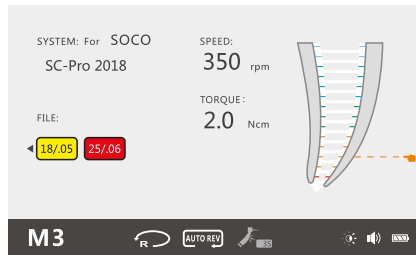

Рис. 29 Налаштування положення апекса
- Натисніть клавішу SET (НАЛАШТУВАННЯ), щоб мати можливість регулювати значок положення (рис. 29)